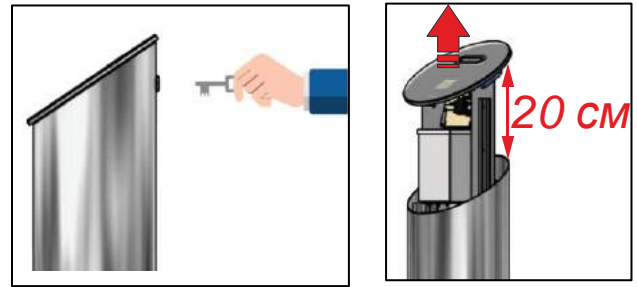

Рис.8 – Открытие механизма картоприемника
8) Откройте замок **11** картоприемника с тыльной стороны корпуса **5**, используя ключ (Рис.8а).
9) Аккуратно потяните крышку **3** (Рис.8б) по телескопическим направляющим **8**, встроенных в каркас **13** картоприемника до максимального верхнего положения (200 мм).